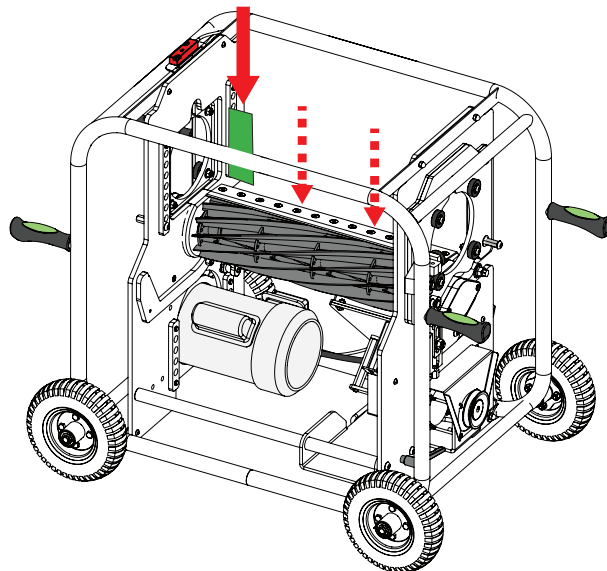

Abb. 47
- a. Führen Sie ein Blatt rechtwinklig zum Bettmesser ein und drehen Sie die Klingen, um das Blatt zu schneiden (siehe Abb. 47).
- b. Wiederholen Sie Schritt **8.a.** an mehreren Stellen entlang der Länge des Bettmessers (siehe Abb. 47).